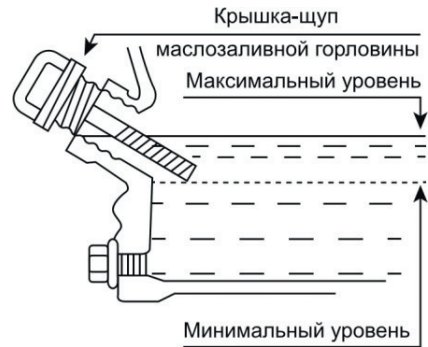

Рис. 4.
6. При недостаточном уровне масла в картере необходимо долить чистое масло до верхней отметки на щупе, что соответствует нижней кромке заливного отверстия (Рис. 4).
Максимальный уровень масла в картере соответствует нижней кромке маслозаливной горловины (Рис. 4).